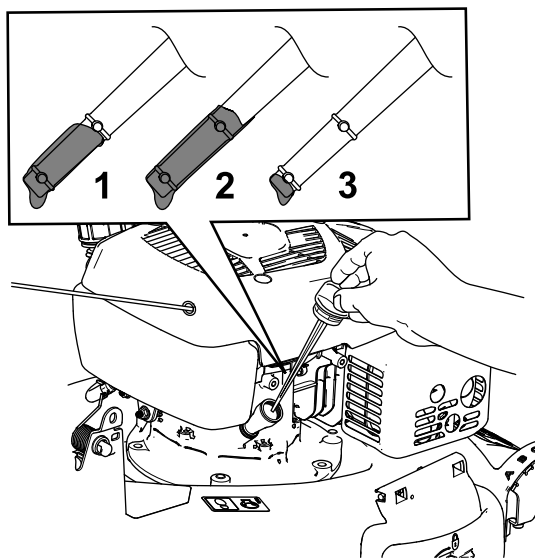

Figure 14
2. Retirez la jauge (Figure 14).
5. Vérifiez le niveau d'huile indiqué par la jauge (Figure 14).